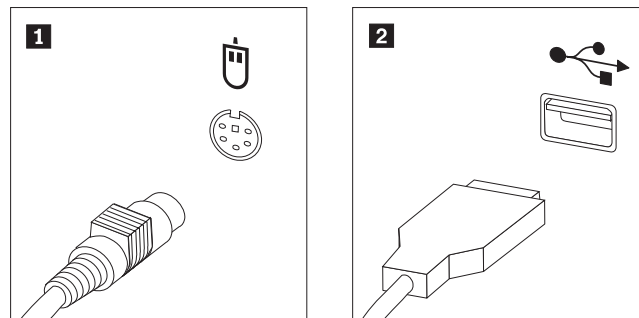

Figura 36. Conectores de ratón, estándar y USB
3. Localice el conector del ratón. Consulte el apartado Figura 36.